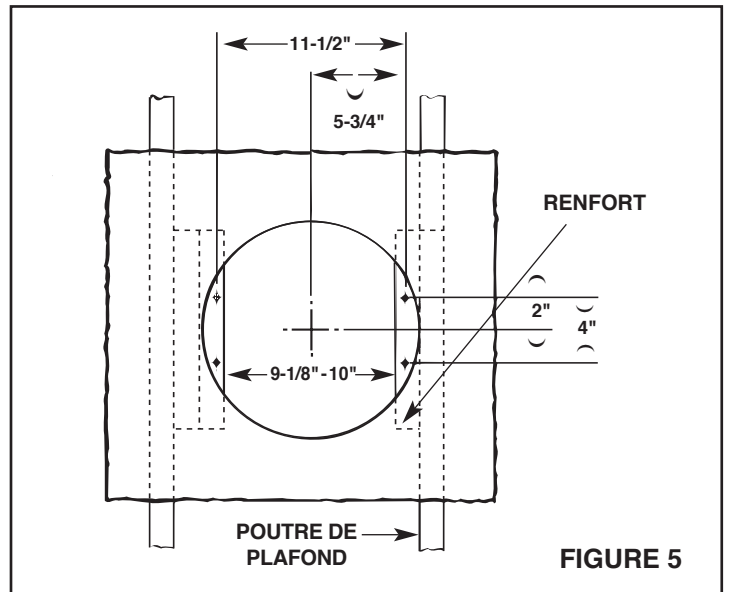

FIGURE 5
7. Voir Figure 5. Installer des tasseaux de 2 x 4 chaque solive. Dans certains cas, il faut utiliser plus d'un simple tasseau sur un côté. La distance entre les tasseaux doit être au moins de 9/8 po mais ne doit pas excéder 10 po.